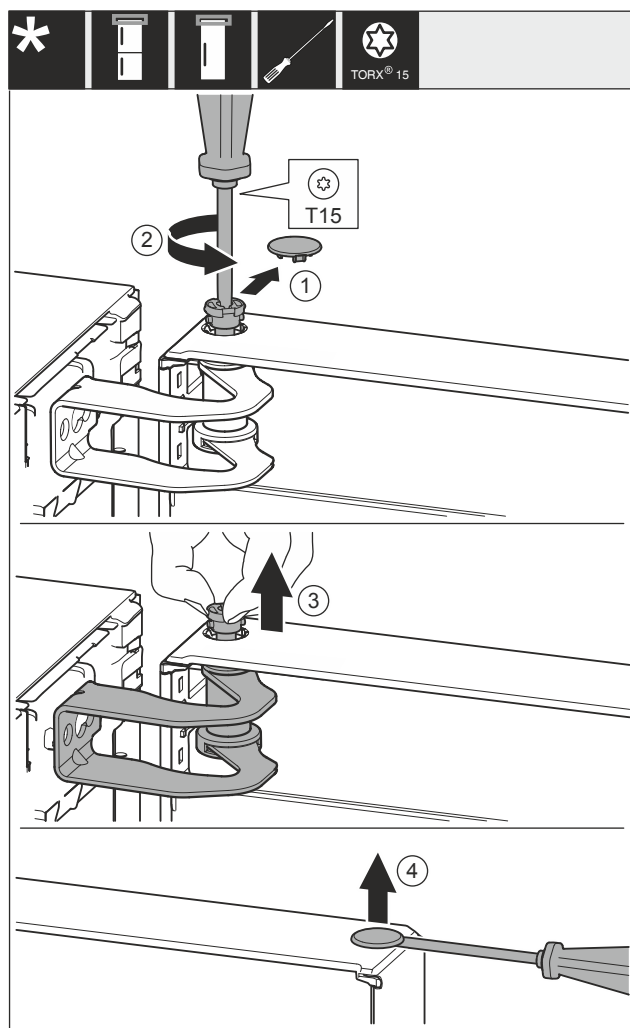

Fig. 29
- Rimuovere con cautela la copertura Fig. 29 (1).
- Estrarre di un passo i perni Fig. 29 (2) con un cacciavite.
- Estrarre i perni Fig. 29 (3) con le dita.
- Sollevare la copertura Fig. 29 (4) con cautela con un cacciavite e rimuoverla.